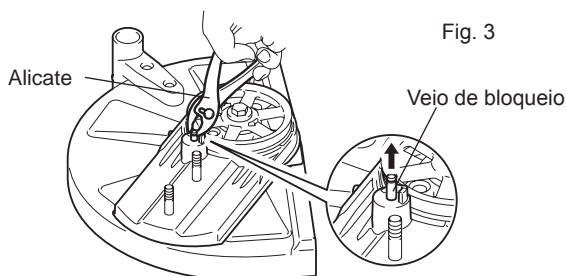

Fig. 3
- (4) Apanhe o veio de bloqueio com uma chave de fendas ou um alicate. (Fig. 3)